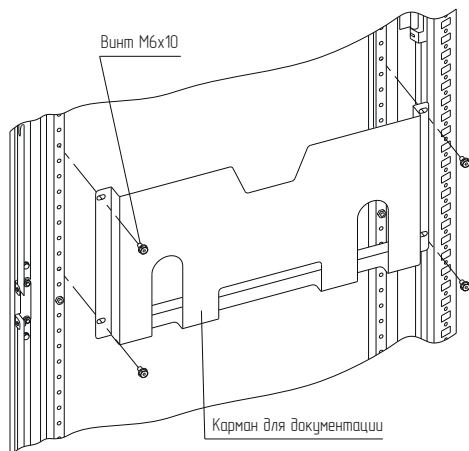

Рисунок 54
4.29.2 Закрепить карман для документации на вертикальных рейках двери на нужной высоте винтами с самонарезающей резьбой М6×10. Момент затяжки – 7 Н·м (рисунок 54).